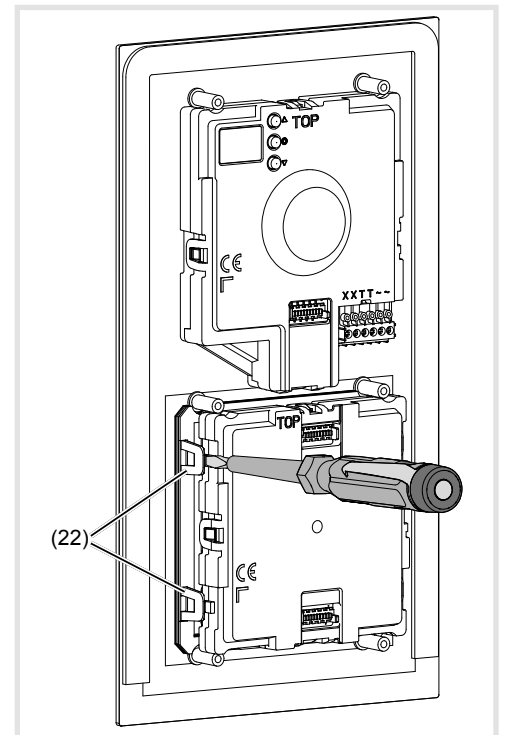

Bild 20: Modul entriegeln
- Zur Ruftaster-Modul Entnahme die seitlichen Haltetaschen (22) der Modul-Halterung durch vorsichtiges Hebeln mit einem Schraubendreher entriegeln (Bild 20).